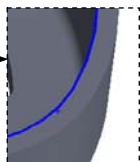

图 5.12.46 选取边链
Step35. 创建图 5.12.45 所示的组合曲线 1。选择下拉菜单 **插入(I)** **曲线(C)** **组合曲线(C)...** 命令；选取图 5.12.46 所示的边链；单击 按钮，完成组合曲线 1 的创建。